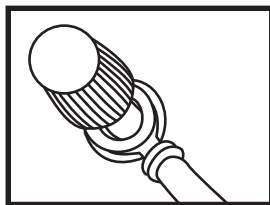

Abb. 1
- Lösen Sie die rote Mutter [16] am Spannungswandler [1]. Führen Sie die rote Gabelöse des Kabels mit 12-V-Kfz-Zigarettenanzünder-Stecker [12] mit der Öffnung über den Schraubanschluss [7] (siehe Abb. 1). Achten Sie darauf, dass die Unterlegscheibe zwischen Gabelöse und Mutter [16] liegt.
- Lösen Sie die schwarze Mutter [17] am Spannungswandler [1]. Führen Sie die schwarze Gabelöse des Kabels mit 12-V-Kfz-Zigarettenanzünder-Stecker [12] mit der Öffnung über den 12-V-Schraubanschluss [8] (siehe Abb. 1). Achten Sie darauf, dass die Unterlegscheibe zwischen Gabelöse und Mutter [17] liegt.
12-V-Schraubanschluss **7** (siehe Abb. 1). Achten Sie darauf, dass die Unterlegscheibe zwischen Gabelöse und Mutter **16** liegt.
- Lösen Sie die schwarze Mutter **17** am Spannungswandler **1**. Führen Sie die schwarze Gabelöse des Kabels mit Anschlussklemme schwarz **11** über den Schraubanschluss **8** (siehe Abb. 1). Achten Sie darauf, dass die Unterlegscheibe zwischen Gabelöse und Mutter **17** liegt.